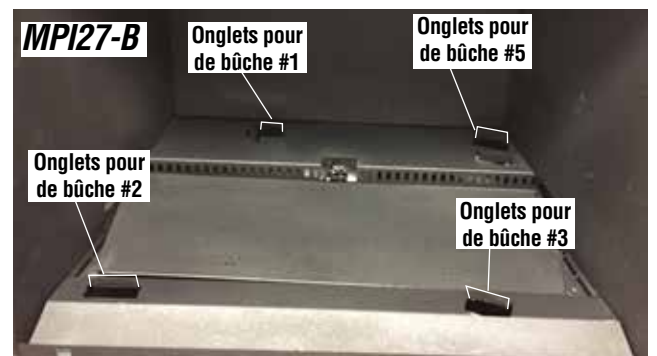

Figure 16 - Repérer les languettes de positionnement des bûches
1. Au besoin, retirer la porte en verre (page 30). Plier les languettes de positionnement du brûleur vers le haut (figure 16).
2. Repérer les languettes de positionnement des bûches (figure 16). Placer les braises et autres média.
- Aligner les encoches en dessous de la bûche arrière (1) sur les languettes de positionnement arrière gauche (voir figures 16 et 17).
- Placer la bûche avant gauche (2) sur les languettes correspondantes (voir Figures 16 et 18).
- Placer la bûche avant droite (3) sur les languettes correspondantes (voir figures 16 et 19).
- Placer la bûche transversale droite (5) sur la languette de positionnement arrière droite (voir figures 16 et 20).